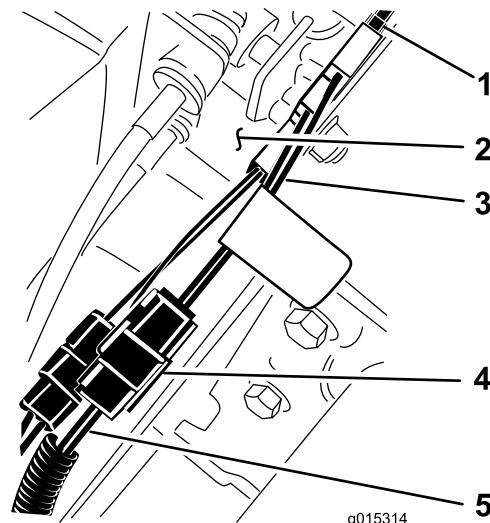

図 3
- シフトレバーの近くにある車両のハーネスの青と黄色のコードとともに、ジャンパーハーネスを、スイッチとコネクタとに接続する図3。